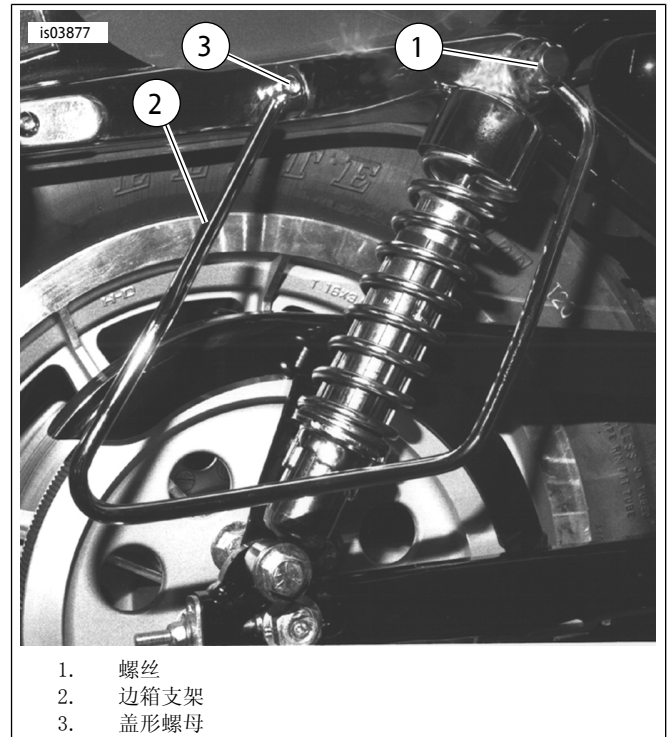

图1。安装软质边箱支架
3. 参见图1。从挡板支架罩拆下最前端OE半圆头螺栓和螺母（位于3处）。对于2000-2003年款车型，丢弃螺栓，但保留螺母待用。对于除XL1200N之外的2004年款及之后车型，丢弃螺栓和螺母。对于XL1200N车型，丢弃螺栓，但保留螺母待用。